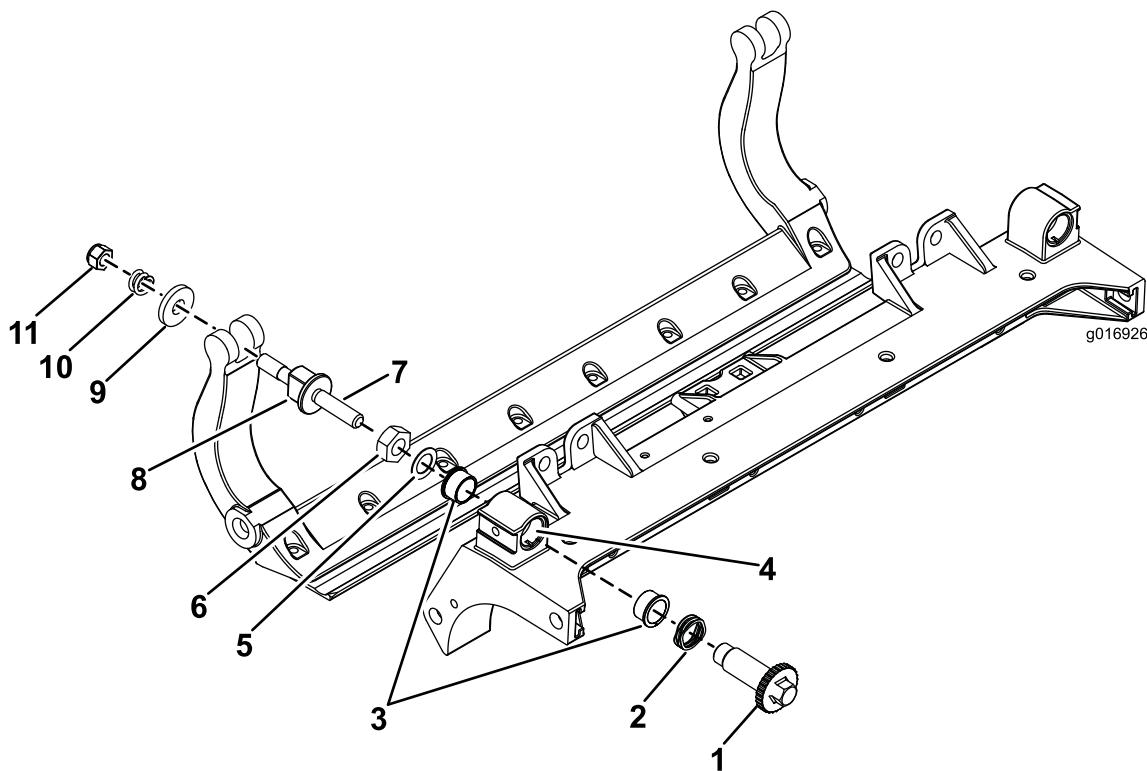

图34
1. 拆除所有零件（请参阅 *HD DPA 套件*（型号 120 - 7230）*安装说明*和 图34）。
2. 将防锈剂涂抹到滚刀组中心机架（图34）的轴套区内侧。
3. 将凸缘轴套上的键与机架的槽对准，然后安装轴套（图34）。
4. 将一个波形垫圈安装到调节器轴上，然后调节器轴滑入滚刀组机架中的凸缘轴套内（图34）。
5. 使用扁平垫圈和锁紧螺母固定调节器轴（图34）。上紧锁紧螺母扭矩至 $20 \sim 27 \text{ N} \cdot \text{m}$ 。
12. 在两个尼龙垫圈的外侧各放一个钢垫圈（图34）。
13. 旋紧每个底刀架调节器总成上的螺母，直到加压弹簧完全压缩，然后往回松开 $1/2$ 圈（图34）。